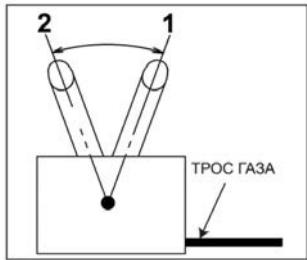

Рис. 16 Положение рычага газа
4. Переведите рычаг газа 5 (Рис. 1) на 1/3 хода в сторону положения максимальных оборотов двигателя (Рис. 16).
1. Переведите двигатель в режим холостого хода, для этого переведите рычаг газа в положение 2 холостых оборотов двигателя (Рис. 16) и дайте двигателю поработать примерно 1 минуту.
Для изменения скорости движения мотоблока на каждой передаче пользуйтесь рычагом газа (Рис. 16).